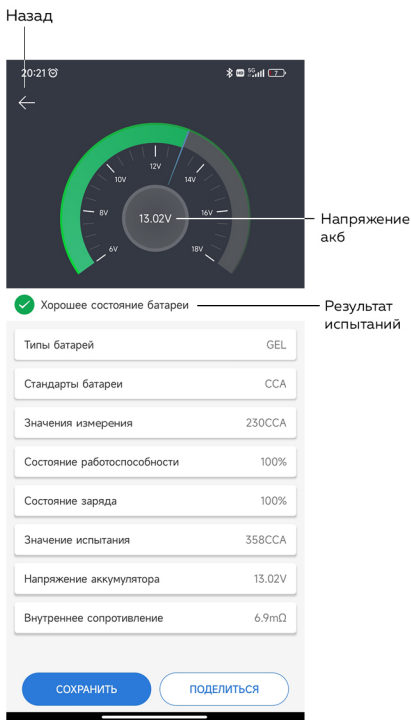

Рисунок 5.3.2
- 3) Нажмите «Далее», и результат теста будет показан ниже (см. рис. 5.3.2). Вы можете сохранить результат теста и поделиться им.